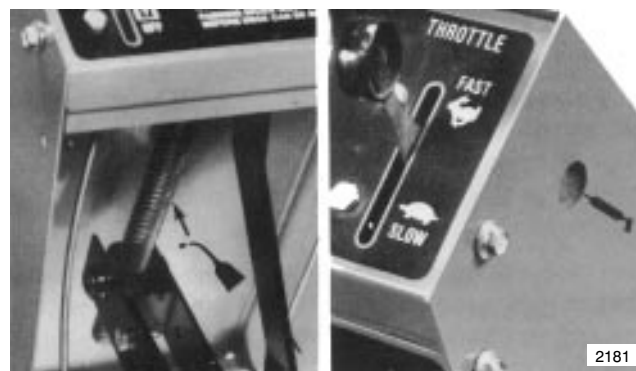

Figure 24
4. Lubrifier les coussinets de la pédale de traction avec quelques gouttes d'huile SAE 10W-30 ou de lubrifiant sec à pulvériser, ainsi que l'arbre de direction (Fig. 24).